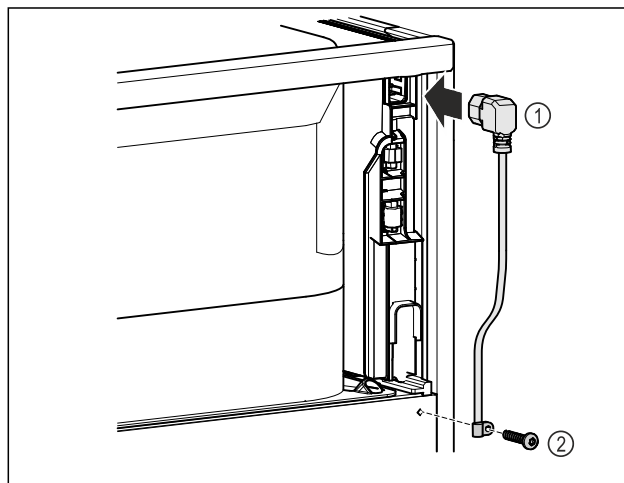

Fig. 11
► Pistke võrguühendusjuhtme Fig. 11 (1) külmutusseadme pesa seadme tagaküljel sisse.
► Monteerige tõmbetõkis. Fig. 11 (2)